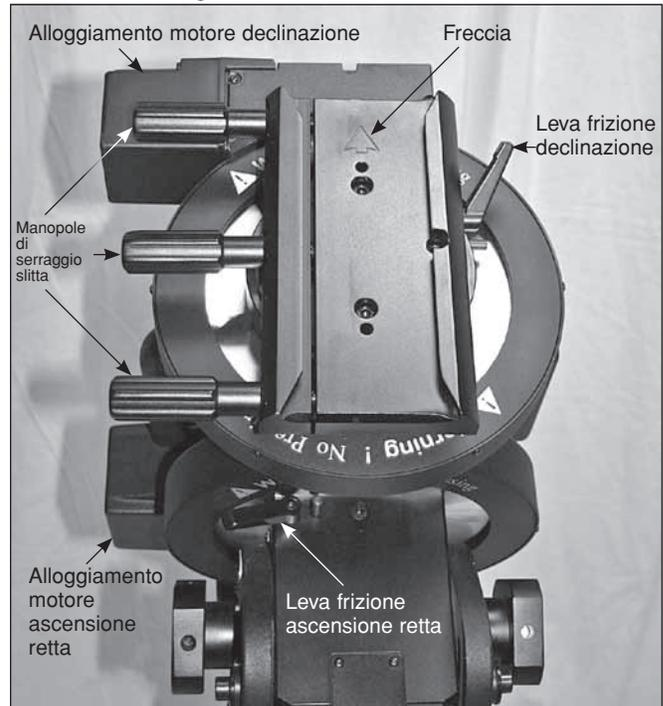

Figura 15. Durante l'installazione del telescopio, la freccia sulla slitta dovrebbe puntare in avanti o a destra.
2. Rilasciare la leva della frizione della declinazione e ruotare la staffa fino a quando la freccia punta in avanti o a destra, a seconda delle preferenze. Nella **Figura 15** è mostrata con la freccia in avanti. Quindi serrare nuovamente la leva della frizione della declinazione.
1. Tenendo una mano sul tubo ottico del telescopio, allentare la leva della frizione di ascensione retta (**Figura 15**). Verificare che la leva della frizione di declinazione sia serrata, per il momento. Il telescopio dovrebbe essere in grado di ruotare liberamente attorno all'asse di ascensione retta. Ruotare finché la barra di contrappeso è parallela al terreno, ossia orizzontale.